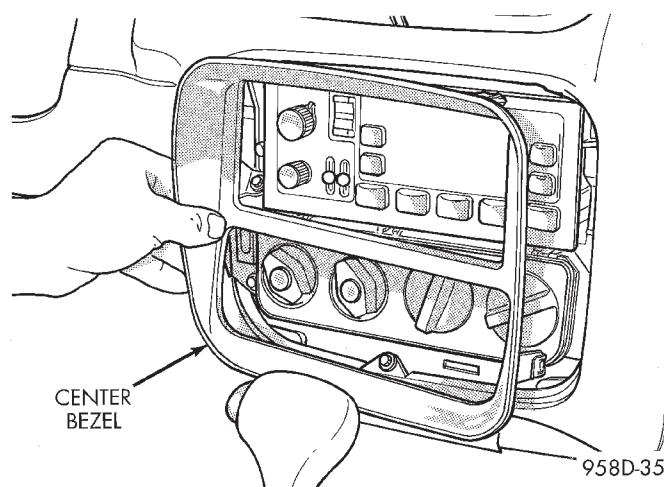

Fig. 62 Center Bezel
(3) Pull center bezel off (Fig. 62).